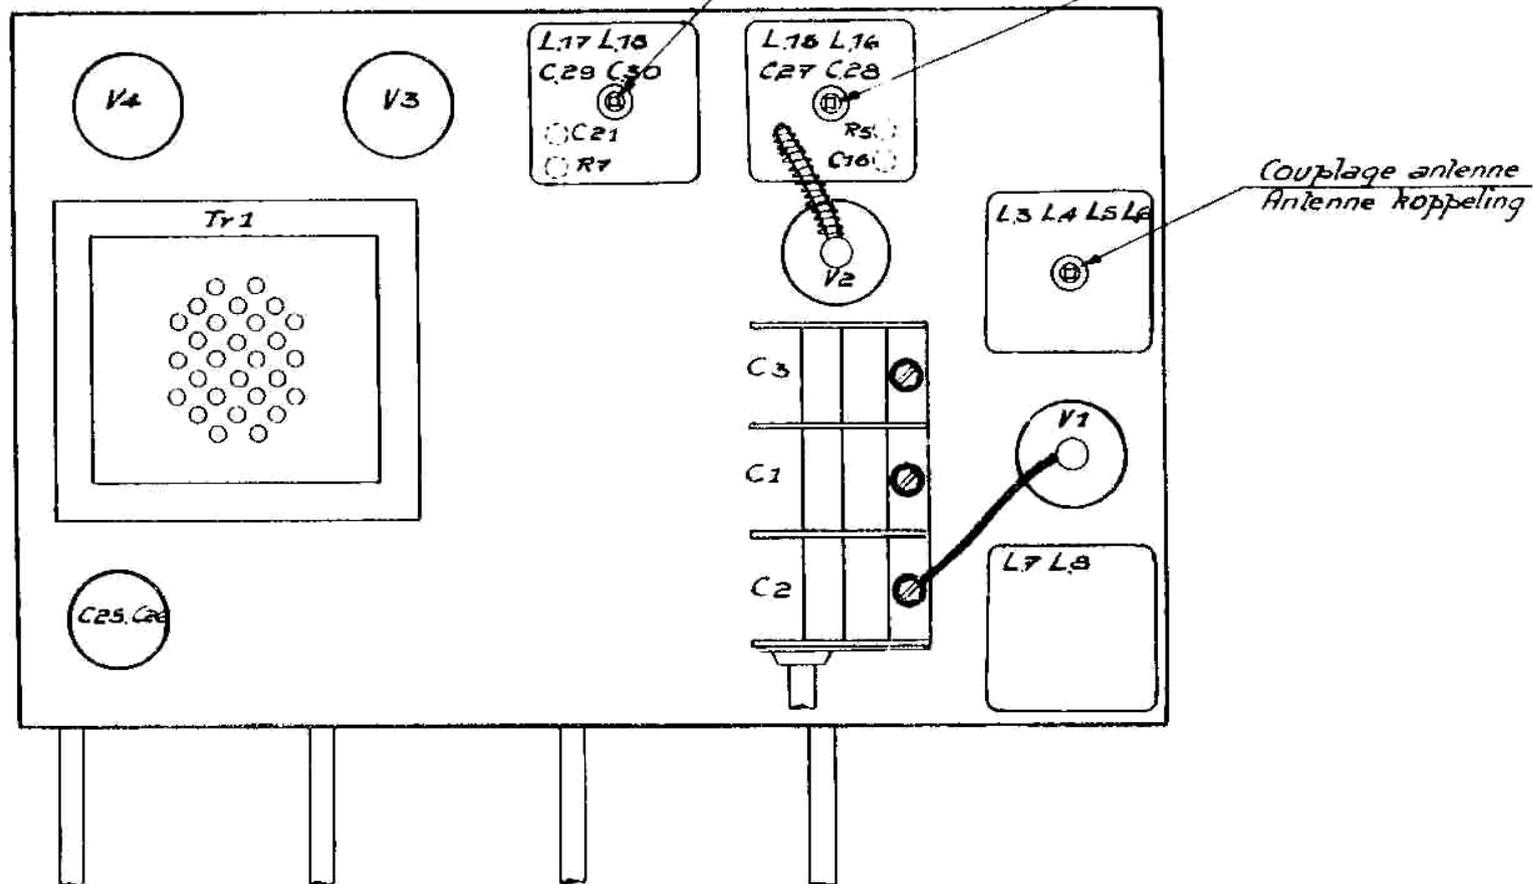

FIG.1
2. Bas des petites ondes (200 mètres) : agir sur le condensateur ajustable qui surmonte le condensateur variable C. 3 (fig. 1) ;
2^o Réglage des circuits haute fréquence (voir fig. 1 et 2).
Rechercher une station suffisamment puissante vers 200, 225 mètres. Faire coïncider la position de l'index avec le repère de la station en agissant sur le condensateur ajustable qui surmonte le condensateur variable C. 3 (fig. 1) et en l'ajustant de manière à avoir l'accord exact.
Prendre une station puissante vers 500 mètres. Faire coïncider la position de l'index avec le repère en agissant sur le rattrapage « haut P.O. » C. 14 et en l'ajustant de manière à avoir l'accord exact. Ajuster ensuite le couplage antenne en manœuvrant la tige mobile (fig. 1) de façon à obtenir le maximum de puissance.